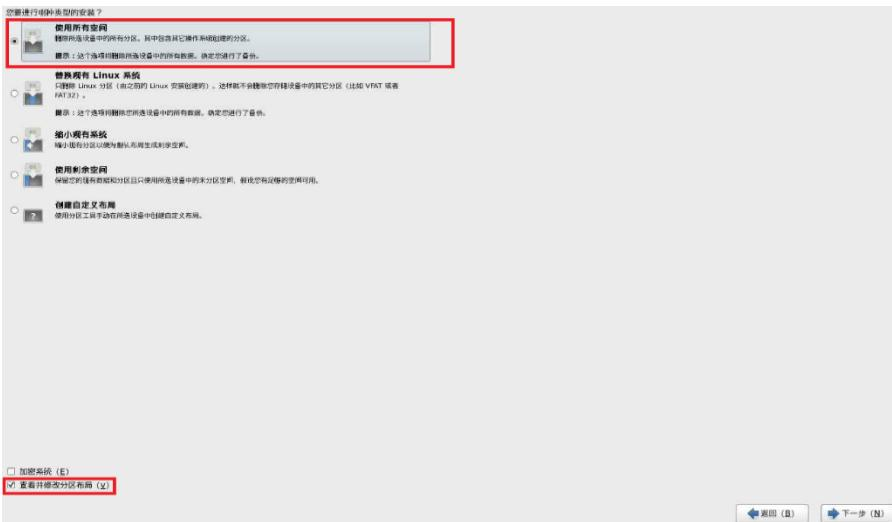

图 6-57
- r. 单击将修改写入磁盘后，系统将进行磁盘分区等的格式化动作，请耐心等待格式化完成，格式化时间长短与磁盘大小及分区大小有关。如图 6-57 所示